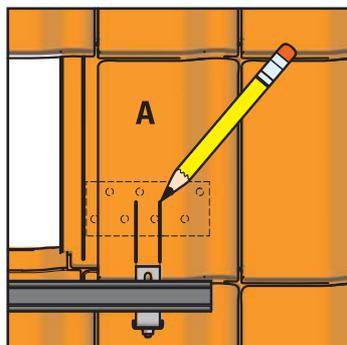

Fig. 3-13 Contrassegnare la posizione del gancio da tetto
14. Contrassegnare i punti in cui i ganci da tetto attraversano le tegole (fig. 3-13)